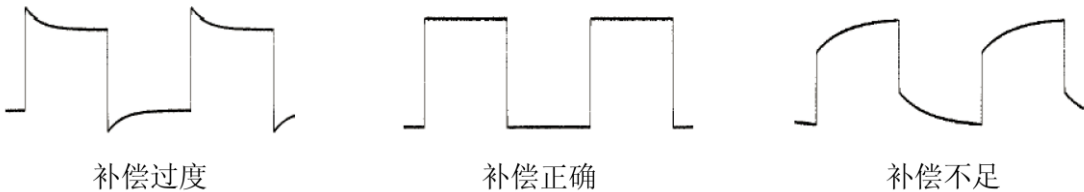

图 11 探头补偿调节
(2) 检查所显示波形的形状。
(3) 如必要，用非金属质地的改锥调整探头上的可变电容，直到屏幕显示的波形如图 11 中的“补偿正确”。
(4) 必要时，重复以上步骤。